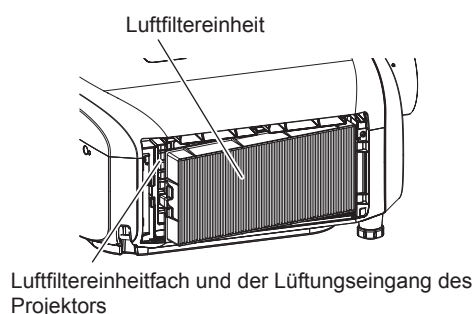

Abb. 3
- Wenn Sie die Luftfiltereinheit herausgezogen haben, entfernen Sie, falls vorhanden, Fremdkörper und Staub aus dem Fach der Luftfiltereinheit und aus dem Lüftungseingang des Projektors. (Abb. 3)